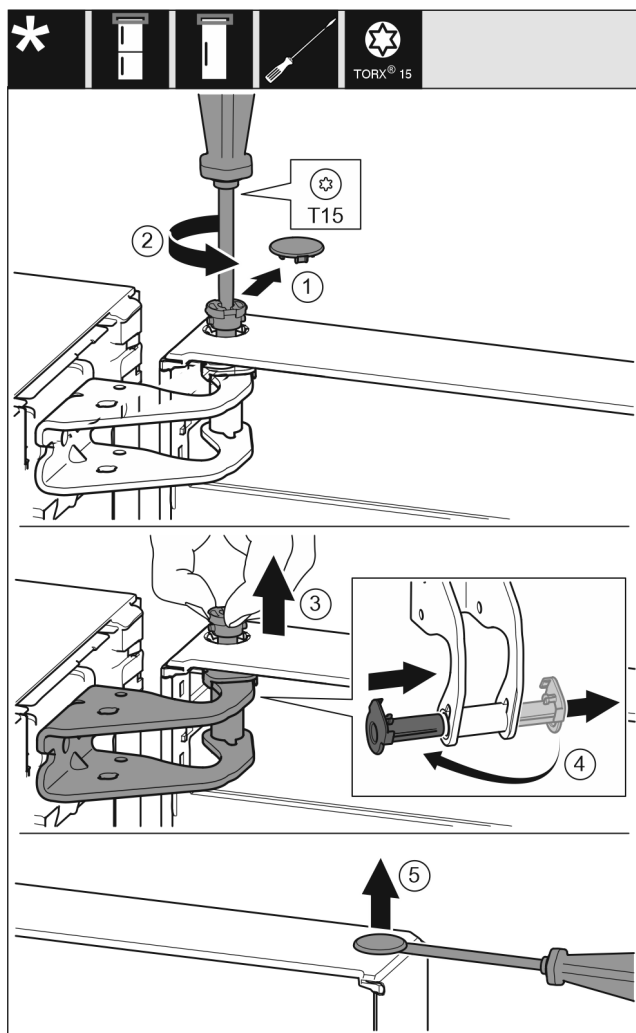

Fig. 7
- ▶ Bezpečnostní kryt opatrně stáhněte. Fig. 7 (1)
- ▶ Šroubovákem T15 o kousek vyšroubujte čep. Fig. 7 (2)
- ▶ Dveře podržte a čep vytáhněte prsty. Fig. 7 (3)
- ▶ Vytáhněte ložiskové pouzdro z vedení. Vložte z druhé strany a zaklapněte. Fig. 7 (4)
- ▶ Plochým šroubovákem opatrně nadzvedněte zátku z ložiskového pouzdra dveří a vytáhněte ji. Fig. 7 (5)